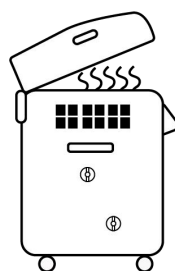

图 23
3. 运行刚结束，请不要急于开盖取物，待锅内温度降至常温以下并带好防护手套后方可进行。一旦急于开盖会有大量的蒸汽冒出，以免烫伤。（图 23）